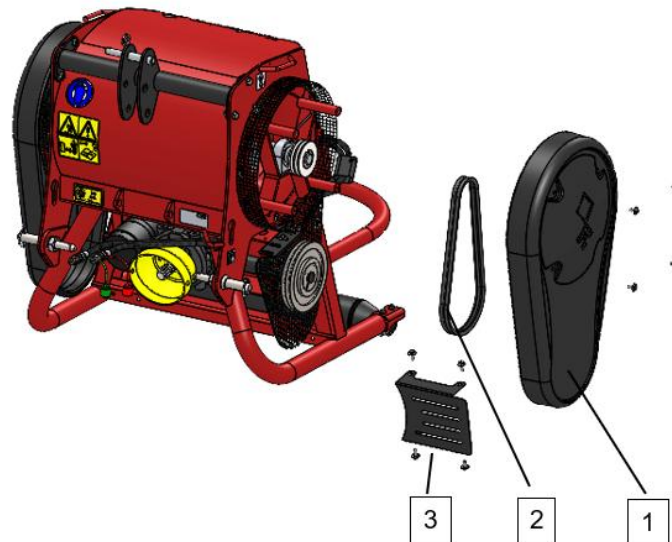

Abb. 13
3. Machen Sie das Getriebe zugänglich, indem Sie die Seitenabdeckung, die Keilriemen und die Antriebsabdeckung entfernen. Kippen Sie den Spanner nach vorne. Siehe (Abb. 13) und die Teilleseite für Details.